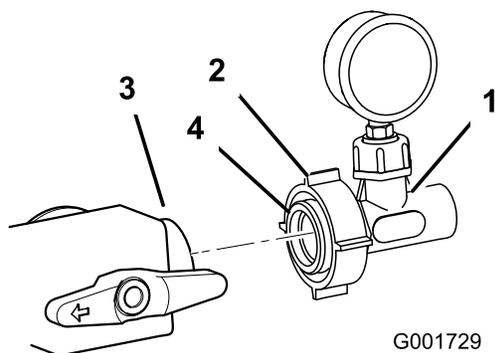

Figura 16
16. Lubrifique o anel de retenção no adaptador com um lubrificante sem petróleo como, por exemplo, óleo vegetal (Figura 16).
instalada previamente (Figura 16). Aperte a porca de plástico para prender a montagem na válvula.